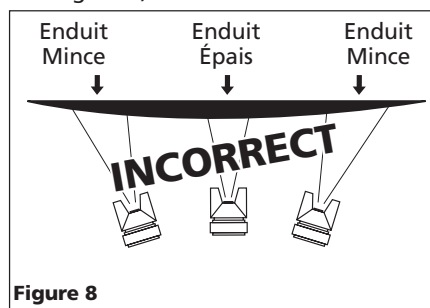

Figure 8
- Garder la buse environ 6 à 9 po de la surface de travail pendant le coup et toujours déplacer la buse pendant la pulvérisation. Arrêter le pistolet en mi coups causera un surplus de peinture et résultera en coulements. Ne pas bouger le pistolet en éventail d'un côté à l'autre pendant la pulvérisation. Ceci causera un surplus de peinture au centre du coups et un enduit insuffisant à chaque bout (Voir Figure 8).